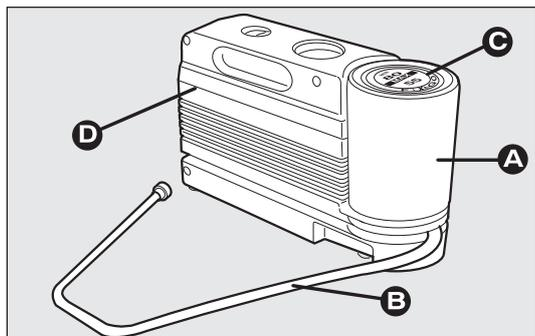

fig. 150
Il kit fig. 150 comprende:
- un compressore D-fig. 150 completo di manometro e raccordi, reperibile nel vano;